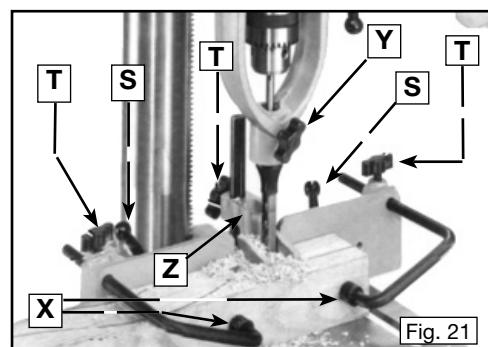

Fig. 21
Installer la pièce sur la table et régler la hauteur de la table de sorte que la pointe du bédane soit à environ 12,7 mm (1/2 po) au-dessus de la pièce. Abaisser le bédane à côté de la pièce pour évaluer la profondeur de la mortaise. Régler la butée d'arrêt de la presse à colonne pour contrôler la profondeur de la mortaise. Régler les guides (X, fig. 21) pour bloquer la pièce contre de guide longitudinal (Y), les incliner au besoin. Abaisser le dispositif d'ancrage (Z) contre la surface supérieure de la pièce. Ce dispositif devrait tenir la pièce en place mais devrait aussi permettre de glisser celle-ci à la prochaine position. Les bras d'ancrages se règlent de façon indépendante. Une fois les bras réglés, serrer les vis de serrage (T).
Desserrer les leviers de blocage (S, fig. 21) qui maintiennent le guide de l'accessoire pour mortaise à la table de la presse à colonne. Glisser le guide longitudinal vers l'avant ou en direction de la colonne pour amener la pièce à la position désirée sous le bédane. Serrez les leviers de blocage.
Glisser la pièce le long du guide longitudinal pour bien aligner les coupes. Desserrer la poignée de blocage (Y, fig. 21) et tourner le bédane dans le porte-bédane (au besoin) pour le mettre d'équerre avec la coupe. Serrer la poignée de blocage (Y).